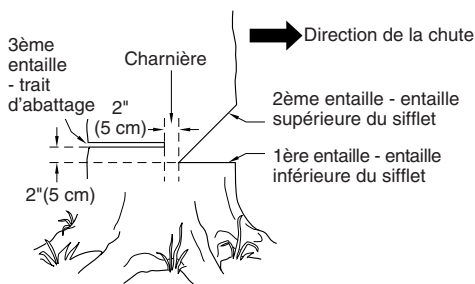

Figure 12 - Abattage d'un arbre
Un sifflet d'abattage correctement placé permet de déterminer la direction de la chute de l'arbre. Placer le sifflet d'abattage du côté de l'arbre où l'on veut qu'il tombe. (Voir la Figure 12, page 51.) Procéder de la façon suivante pour faire le sifflet.
- Faire l'entaille inférieure aussi près du sol que possible. Tenir la tronçonneuse de manière à ce que la guide-chaîne soit horizontale. Tailler sur 1/3 du diamètre du tronc d'arbre. (Voir la Figure 12, page 51.)
**Exemple :** Si l'entaille inférieure a 20 cm (8 po) de profondeur, commencer l'entaille supérieure à 20 cm au-dessus de cette dernière. Scier vers le bas à un angle de 45°. L'entaille supérieure doit rencontrer l'extrémité de l'entaille inférieure. (Voir la Figure 12.)
- De l'autre côté de l'arbre, faire le trait d'abattage à 5 cm (2 po) au-dessus de l'entaille inférieure du sifflet. (Voir la Figure 12.) Faire le trait parallèle à l'entaille inférieure.
**AVERTISSEMENT :** Ne pas scier l'arbre complètement. Laisser environ 5 cm (2 po) de bois non scié directement derrière le sifflet d'abattage. (Voir la Figure 12.) Cette partie non sciée sert de charnière. La charnière empêche l'arbre de se tordre et de tomber dans la mauvaise direction.